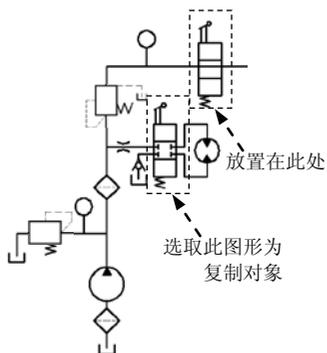

图 17.8.44 复制图形 (四)
(1) 用 **修改(M)** → **复制(C)** 命令, 选取图 17.8.44 所示的图形为复制对象, 将其放置在图中所示的位置。